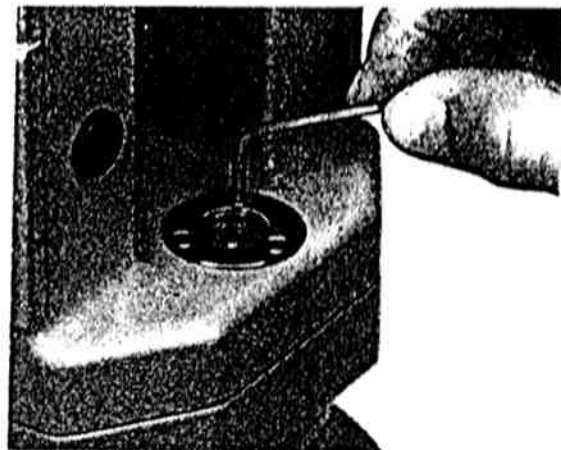

Bild 16 Justierung der Dosenlibelle mit Inbusschlüssel
Vorerst Instrument mit Alhidadenlibelle horizontieren (siehe 4.2). Steht dann die Blase der Dosenlibelle (16) nicht innerhalb des Einstellkreises, so korrigiert man sie an den Justierschrauben (Bild 16). Beim Lösen einer Justierschraube läuft die Libellenblase in Richtung auf diese Schraube zu, beim Anziehen von dieser weg. Man dreht zuerst diejenige Schraube, die am nächsten in Richtung von der Blasenmitte zur Mitte des Einstellkreises steht, und zwar nur so lange, bis die Blase in der Mitte steht oder bis man sie mit einer der beiden anderen Schrauben in die Mitte stellen kann. Man darf die Schrauben nicht **mehr** drehen, als zur Justierung notwendig ist.